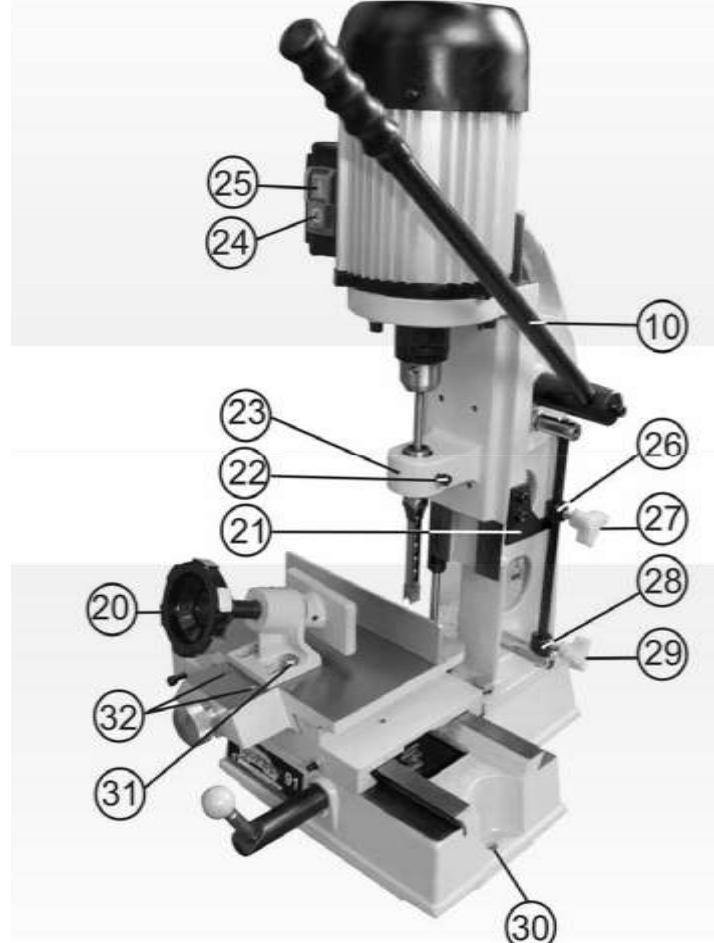

Рис.3
### 8.1. Монтаж и установка машины (Рис.3)
8.2.1. Как показано на Рис.3, установите и болтом (Г), Рис. 1, закрепите рычаг (10).